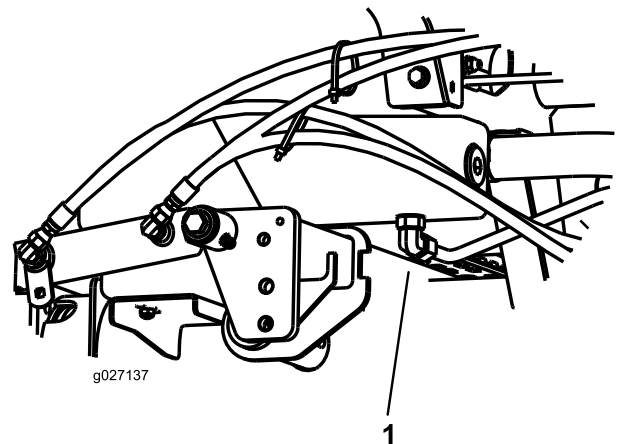

Figura 73
2. Coloque um recipiente de escoamento grande debaixo da união presa à parte de baixo do reservatório do fluido hidráulico (Figura 73).